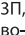

Рисунок 10. Схема монтажа датчика ДДМ-05В
- установить датчик в круглую или квадратную монтажную коробку (рисунок 10);